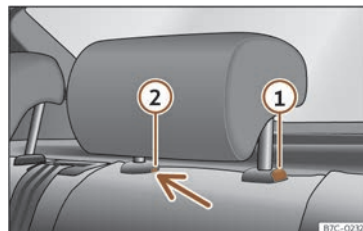

Fig. 107 Appuie-tête arrière : démontage.
- Appuyez sur la touche » fig. 107 ①, en appuyant en même temps sur l'orifice de sécurité ② avec un tournevis plat de 5 mm de largeur maximum et retirez l'appui-tête.